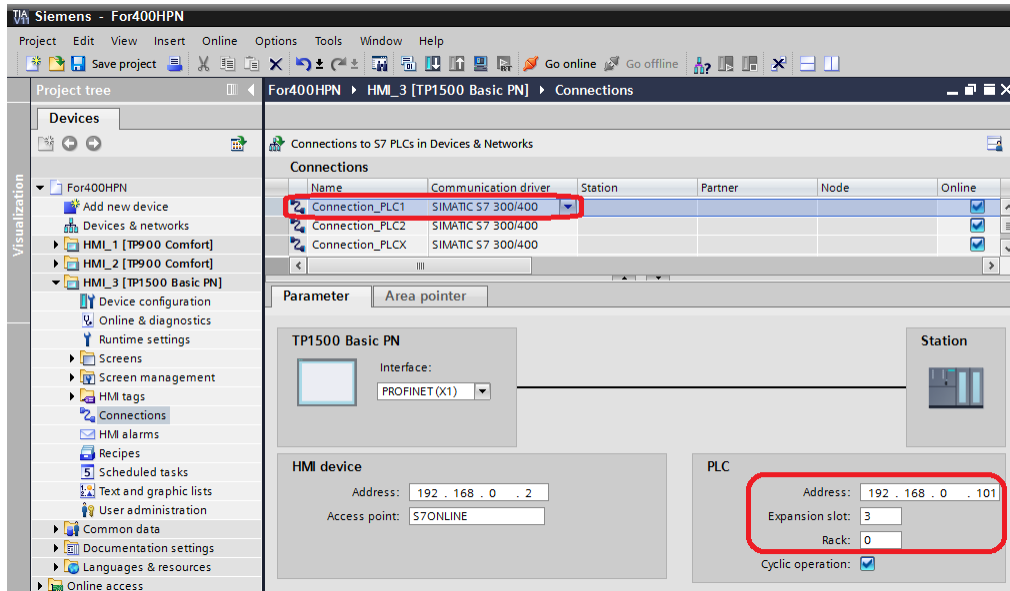

图 7
- (B) 设置 Basic Panel 的以太网的 IP 地址为 192.168.0.2。
- (C) 在 Connection 中添加用于监控 Rack0 的 CPU 的连接 Connection_PLC1，通信驱动选择“SIMATIC S7-300/400”，设置 IP 地址为 192.168.0.101，Expansion slot 为 3，Rack 为 0，如图 7 所示。